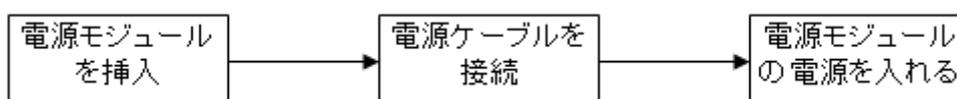
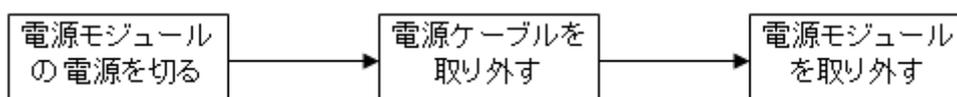

図 1-9 取り付け手順
図 1-10 取り外し手順
QX-S5828T の電源モジュールを挿抜する際は、図 1-9に示した取り付け手順と、図 1-10に示す取り外し手順に従って作業をしてください。
- 活線挿抜する際も図 1-9に示した電源モジュールの取り付け手順と、図 1-10に示す電源モジュールの取り外し手順に従ってください。